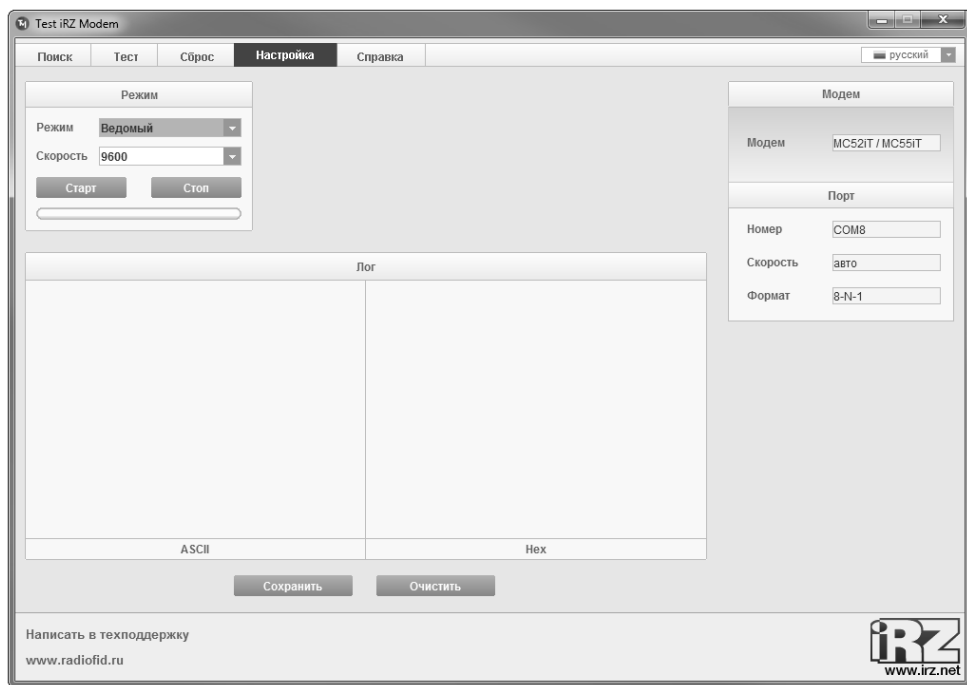

Рисунок 38 – Вкладка «Сброс» окна программы «Test iRZ Modem»
3.6.4.6.2.10. Перейти во вкладку «Настройка» окна программы «Test iRZ Modem» (рисунок 38). В области «Режим» в поле «Режим» необходимо выбрать настраиваемый модем: ведомый (подключен к адаптеру ЛИН-RS485/232) или ведущий (подключен к ПК). В поле «Скорость» задать значение «19200». Нажать кнопку «Старт».